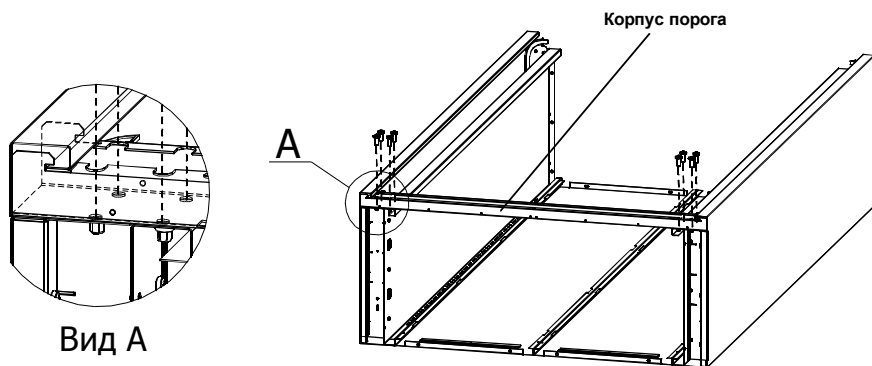

Рис. 3.1
1. Присоедините корпус порога согласно рис. 3.1